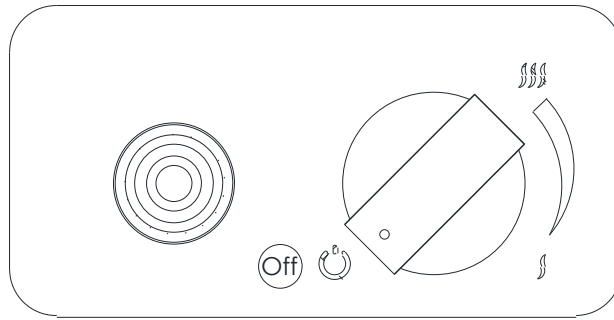

Abb. 14 – Ausschalten des Geräts
- Um das Gerät auszuschalten, drücken und drehen Sie den Knopf gleichzeitig bis zum Anschlag im Uhrzeigersinn (Abb. 14). Die Gaszufuhr wird unterbrochen und die Flamme am Brenner wird ausgeschaltet.